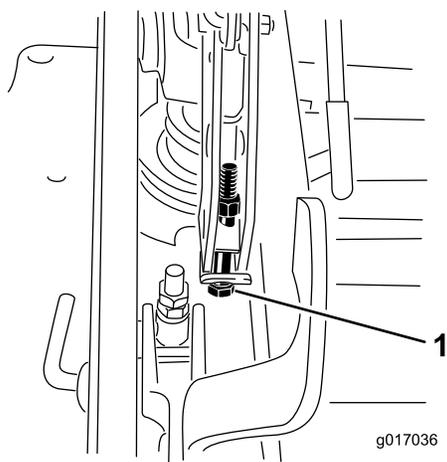

Рисунок 111
12. Если дека опущена слишком низко, затяните болт односточной регулировки, повернув его по часовой стрелке. Если дека поднята слишком высоко, ослабьте болт односточной регулировки, повернув его против часовой стрелки (Рисунок 111).